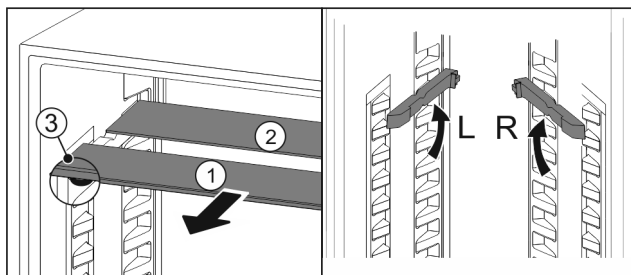

Fig. 99
- ▶ Extrageți Fig. 99 (1) pe rând plăcile de sticlă spre înainte.
- ▷ Placa de sticlă Fig. 99 (1) cu șipca decorativă se află în față.
- ▷ Opritoarele Fig. 99 (3) indică în jos.